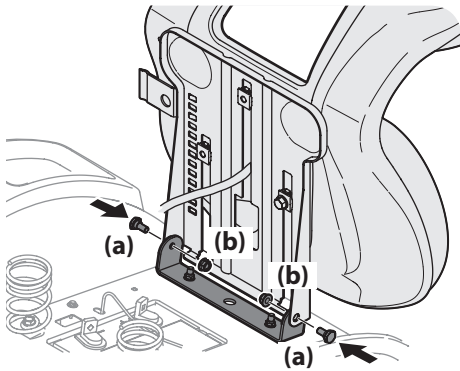

Figura 2-3
3. Gire el asiento hasta la posición deseada y asegúrelo en su lugar con los tornillos de reborde (a) y las tuercas de seguridad con brida (b) que extrajo antes. Tenga cuidado de no doblar o dañar el cableado mientras instala el asiento. Vea la Figura 2-3.